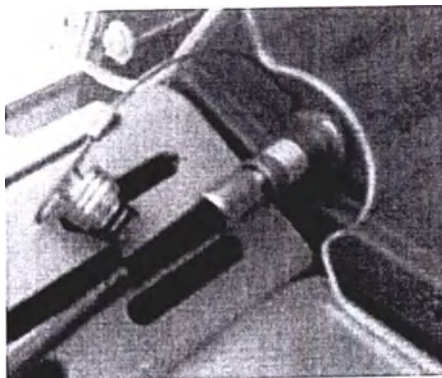

Рисунок 49
3.2.2 При необходимости подключить кабель датчика температуры кожи (рисунок 49).